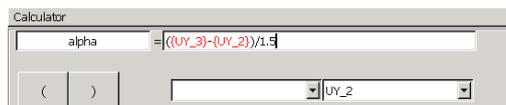

图7.10 数据运算表达式
- (1) 在变量名输入框中输入 **【alpha】**, 在表达式输入框中输入 **【(-)/1.5】**。
- (2) 把活动光标移到“-”前面, 然后在变量下拉列表框中选择 **【UY_3】**; 再把光标移动到“-”后面, 在变量下拉列表框中选择 **【UY_2】**, 最后得到的表达式, 如图 7.10 所示。